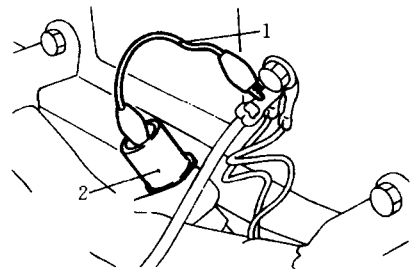

图19 点火正时插接器——钻石
③关闭发动机，从点火正时调整插接器上拆下防水套。不同车型，该插接器位置不同：
b. 钻石轿车位于驾驶室前壁中心稍偏左侧(图19)。